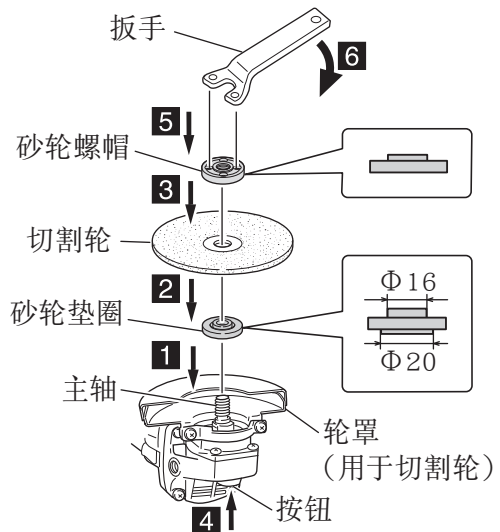

图 7
安装和拆卸切割轮（图 7）
1. 组装（图 7）
如图 7 所示，用附带的扳手拧紧砂轮螺帽。